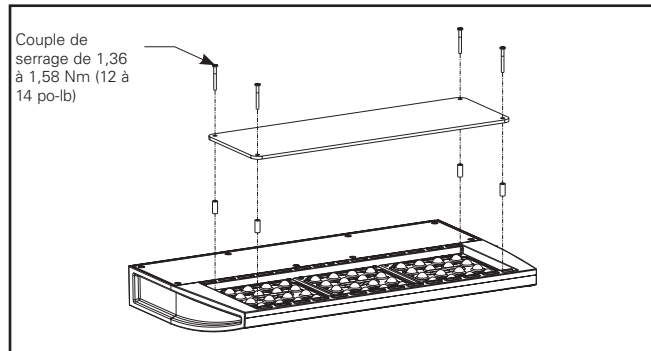

Figure 3.
1. Desserrez et retirez les quatre (4) vis n° 8-32 existantes sur la face du luminaire (Figure 3).
2. Alignez les quatre (4) espaceurs longs de 2,22 cm (7/8 po) avec les trous existants (4).
3. Utilisez les quatre (4) vis n° 8-32 x 3,81 cm (1 1/2 po) pour fixer fermement le protecteur antivandalisme sur le dessus du luminaire.